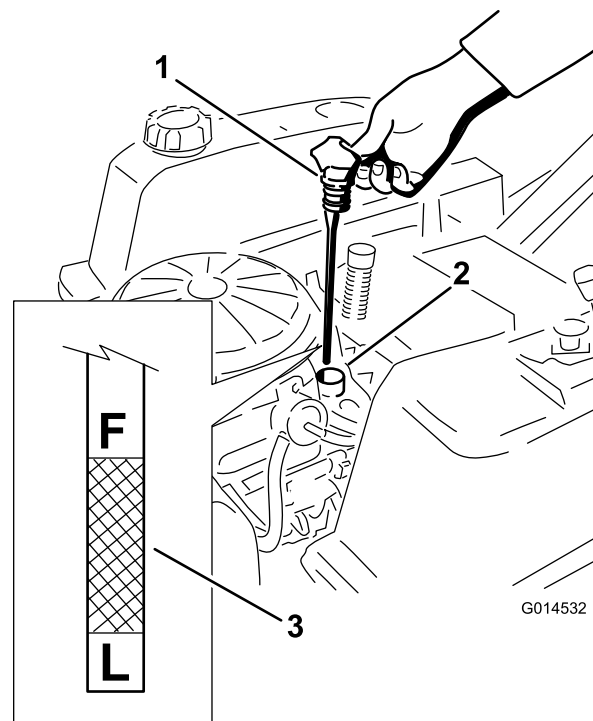

Figura 29
5. Retire la varilla y compruebe el nivel de aceite. (Figura 29).
4. Retire el tapón de llenado/varilla de aceite y límpielo. Vuelva a colocar la varilla y empuje firmemente para asentarla en su lugar (Figura 29).
7. Gire la válvula de vaciado 1/4 de vuelta en el sentido contrario a las agujas del reloj para abrirla y dejar que el aceite se drene (Figura 31). Retire el tapón de llenado/varilla (Figura 29).
14. Vierta lentamente un 80% aproximadamente de la cantidad especificada de aceite por el tubo de llenado (Figura 29).
15. Coloque firmemente el tapón de llenado/varilla (Figura 29).
16. Compruebe el nivel de aceite (Figura 29); consulte Verificación del nivel de aceite.
18. Coloque firmemente el tapón de llenado/varilla (Figura 29).